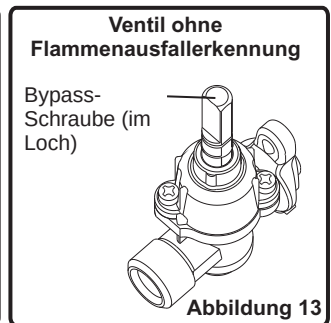

Abbildung 13
Die Flammenhöhe in der Minimalposition wird mit einer flachen Schraube am Ventil eingestellt. Bei Ventilen mit Flammenausfallerkennung befindet sich die Schraube an der Seite der Ventilschraube (Abbildung 11-12). Bei Ventilen ohne Flammenausfallerkennung befindet sich die Schraube in der Ventilschraube (Abbildung 13). Zur einfacheren Einstellung der minimalen Flammenhöhe sollten Sie während der Anpassung das Bedienfeld (sowie den Mikroschalter, sofern vorhanden) entfernen.
- Heben Sie die Geschirrhalter, Kappen und Köpfe der Brenner an (Abbildung 13).